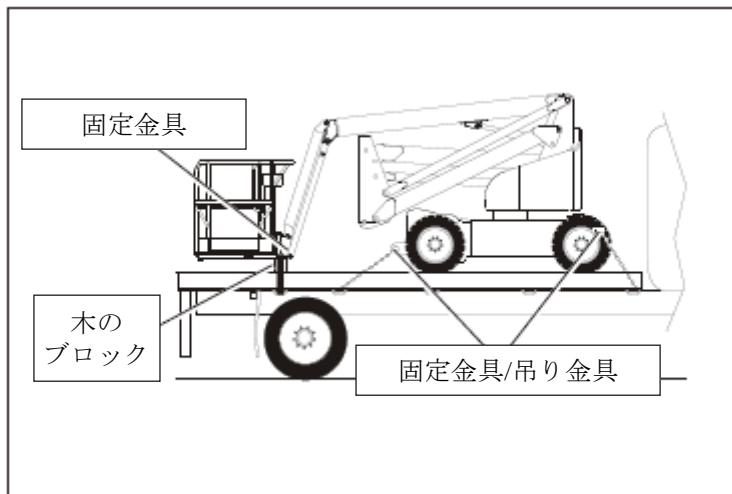

図9.5 - プラットホーム
4. 本機を支持する筋交いの下に大きい木のブロックを置きます(図9.5を参照)。木のブロックの上に載るように本機を降ろします。